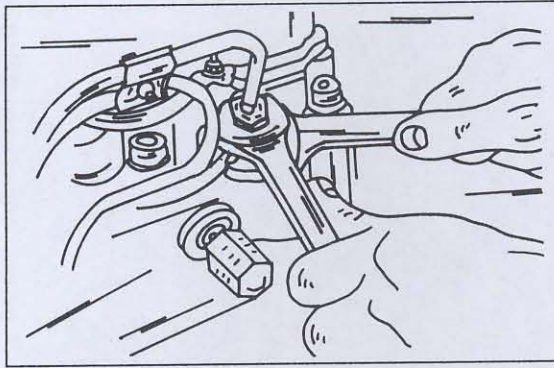

Bild 197
- Mit einem Abzieher, entweder dem in Bild 197 gezeigten oder einem ähnlichen, das Antriebsrad von der Pleuellwelle herunterziehen. Darauf achten, dass dabei nicht das Antriebsrad beschädigt wird. Ebenfalls nicht auf die Welle schlagen, um dem Ausbau nachzuhelfen. Ausserdem darauf achten, dass man den Zahnriemen nicht übermässig unter Spannung bringt, während das Antriebsrad von der Welle kommt. Nach dem Abziehen des Rades die Pleuellwelle nicht mehr durchdrehen, bis die Pumpe wieder eingebaut ist. Den Steuerriemen nicht aus dem Eingriff mit den Steuerrädern der Pleuellwelle und Pleuellwelle kommen lassen. Falls man sich dessen sicher sein will, kann man den Riemen am Pleuellwellenrad festbinden.